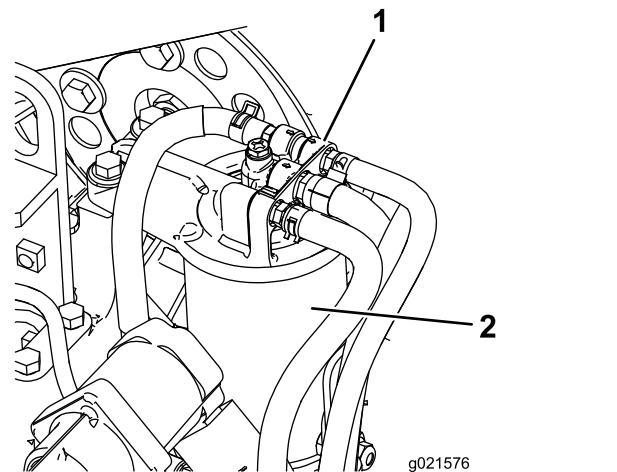

Figura 57
1. Limpe a zona em torno da cabeça do filtro de combustível (Figura 57).
2. Retire o filtro e limpe a superfície de montagem da cabeça do filtro (Figura 57).